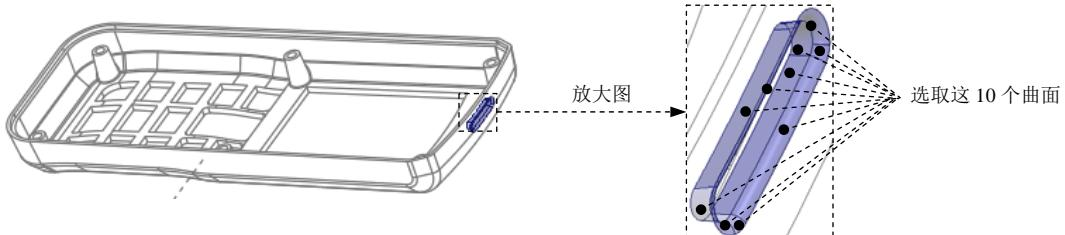

图31.19 选取曲面
Step5. 复制曲面1。选取图31.19所示的10个曲面为复制对象；单击**模具**功能选项卡**操作**▼区域中的**复制**按钮；单击**模具**功能选项卡**操作**▼区域中的**粘贴**按钮；单击操控板中的“完成”按钮✓。